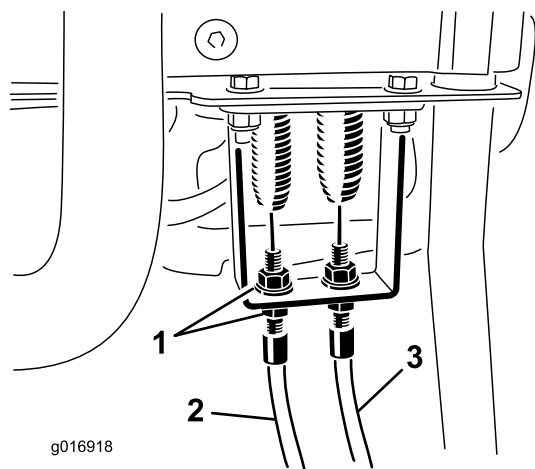
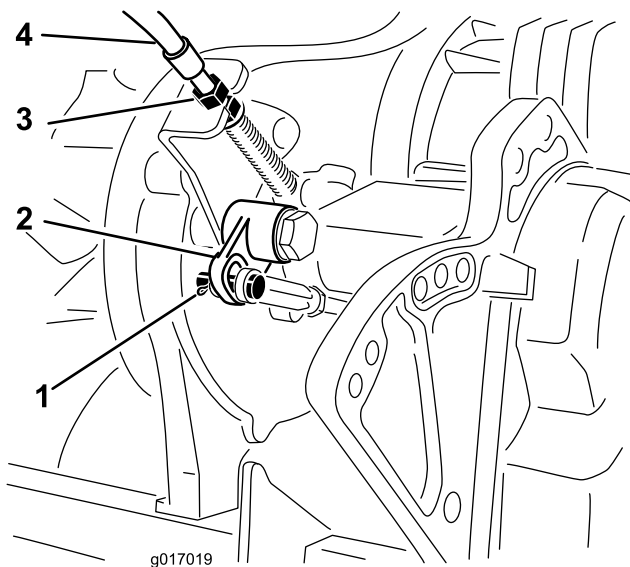

Figura 45
Figura 46
2. Verifique se existe alguma folga no cabo do controlo da tracção na mola de extensão (Figura 45). Se existir folga, ajustar as porcas de bloqueio no anteparo (Figura 46) para remover a folga do cabo sem estender a mola.
4. Retire o contrapino e o pino de forquilha que prendem os pinos da barra da manivela na haste do pedal do travão. Desligar a forquilha da alavanca da manivela (Figura 46).
7. No anteparo da transmissão (Figura 46), ajustar as porcas de bloqueio do cabo para diminuir a distância para a manivela para acomodar a alteração anterior.
8. Ajustar o cabo no anteparo do painel de controle, ajustar as porcas de bloqueio do cabo para remover qualquer folga no cabo sem estender a mola (Figura 45).
3. No anteparo da alavanca de controle, soltar o cabo de controle do cilindro até haver folga no cabo (Figura 45).